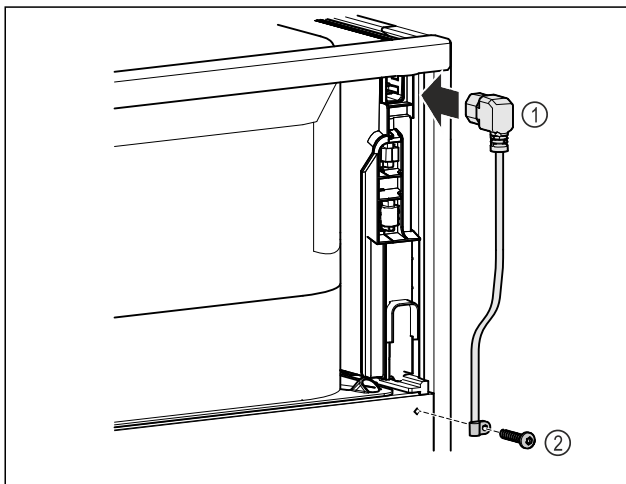

Fig. 48
- Dugja be a hálózati csatlakozóvezeték csatlakozóaljzatát Fig. 48 (1) a készülék hátoldalába.
- Szerelje fel a tehermentesítőt. Fig. 48 (2)